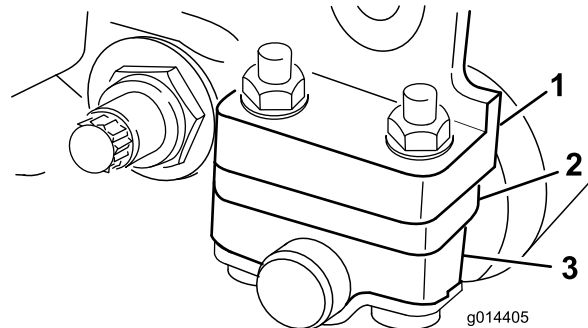

Figura 8
1. Regolate le staffe del rullo posteriore in base all'altezza di taglio desiderata posizionando il numero di distanziali necessari sotto la flangia di montaggio della piastra laterale (Figura 8) conformemente a Tabelle di selezione altezza di taglio e controlama (pagina 12).